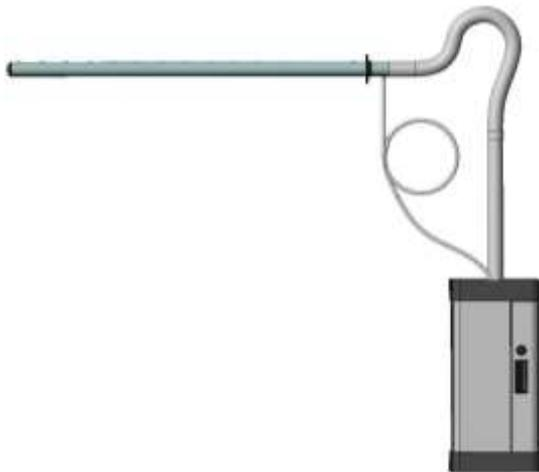
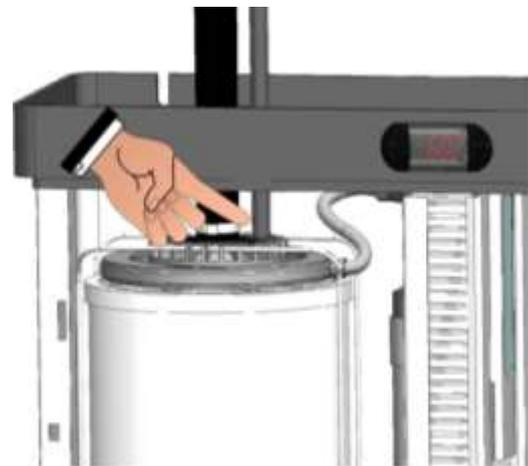

Fig.44
Fig. 45
2. Se la lancia viene posizionata in un punto più alto dell'umidificatore ed il tubo vapore genera un sifone (es. fig. 44), è necessario installare il recupero della condensa scaricando direttamente nell'apposito manicotto del cilindro dell'umidificatore (fig. 45) o in un pozzetto di raccolta acque. Il recupero della condensa si esegue collegando il tubo PEGO UMITUBODN10, specifico per questo tipo di applicazione, al manicotto diametro 10mm della lancia. Nel percorso del tubo recupero condensa, dalla lancia all'umidificatore o dalla lancia al pozzetto, è necessario eseguire un sifone con un giro completo di diametro minimo 200mm; il sifone inoltre deve essere riempito d'acqua prima dell'installazione.
Questo impedirà l'uscita del vapore dal tubo recupero condensa (fig. 44).